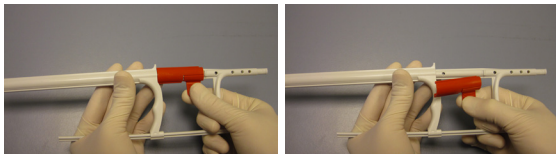

Figure 3 – Manipulation du verrou de transport
- Le stent auto-expansible est contraint dans l'espace entre la lumière de fil-guide et la gaine de placement de stent. Le mouvement indésirable du stent pendant le retrait de la gaine est prévenu par le dispositif de placement. La gaine de placement de stent comporte une zone radio-opaque à son extrémité distale. La pointe est également radio-opaque. Les stents chargés sont localisés par des marqueurs radio-opaques proximal et distal. Avant le déploiement, le verrou de transport (Figure 3) doit être enlevé et éliminé.